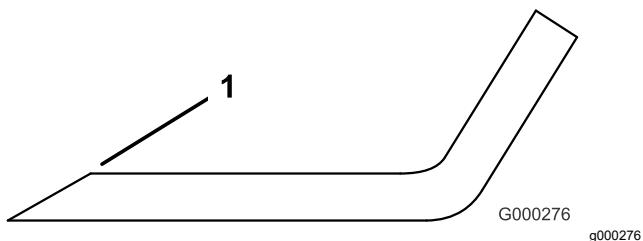

**Figure 98**
2. Examinez attentivement les tranchants de la lame, particulièrement au point de rencontre de la partie plane et de l'ailette (Figure 98).
**Remarque:** Le sable et les matières abrasives peuvent éroder le métal à cet endroit, c'est pourquoi il est important de contrôler l'état de la lame avant d'utiliser la tondeuse. Remplacez la lame si elle vous semble usée (Figure 98).